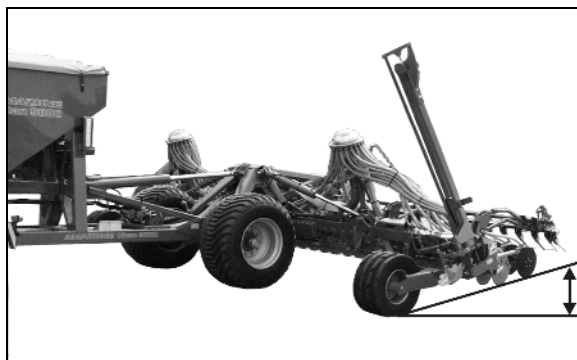

Fig. 118
3. Luk spjældet (Fig. 118/1), når det kun er doseringsenheden og ikke såsædsbeholderen, der skal tømmes (se på side 79).